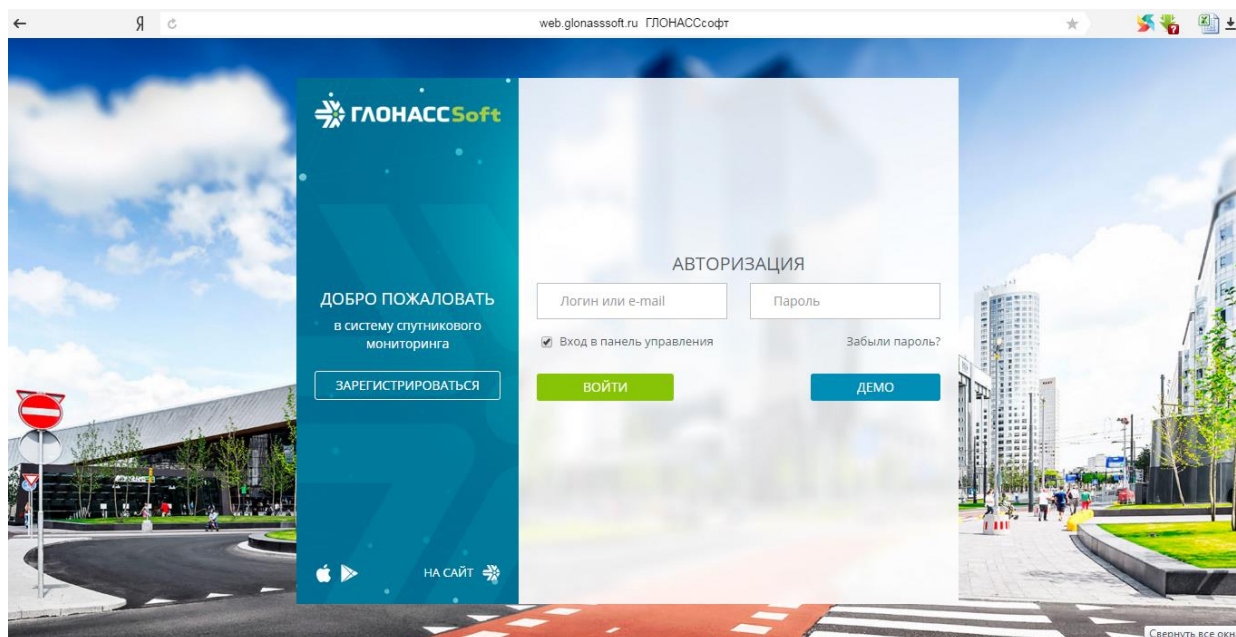

Рисунок 16.1 – Авторизация
1. Перейти на сайт [http:// web.glonasssoft.ru/www/client](http://web.glonasssoft.ru/www/client) (рисунок 16.1).